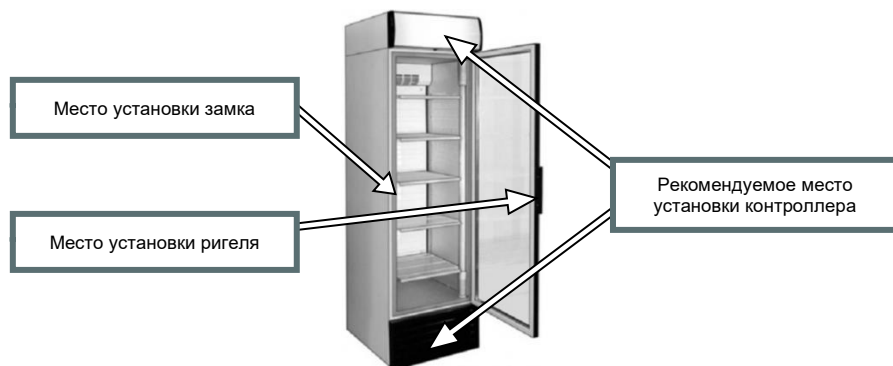

Рис. 7. Рекомендуемые места установки
3. Далее необходимо приложить кронштейн к профилю, разметить точки крепления и выполнить в профиле три отверстия $\varnothing 3$ мм. Установить кронштейн, приложить регулировочную пластину и зафиксировать саморезами 4,2x16 из комплекта поставки (см. рис. 7). При возникновении необходимости регулировки кронштейна по высоте – ослабить саморезы, произвести регулировку. Диапазон регулировки кронштейна по высоте составляет 10 мм.